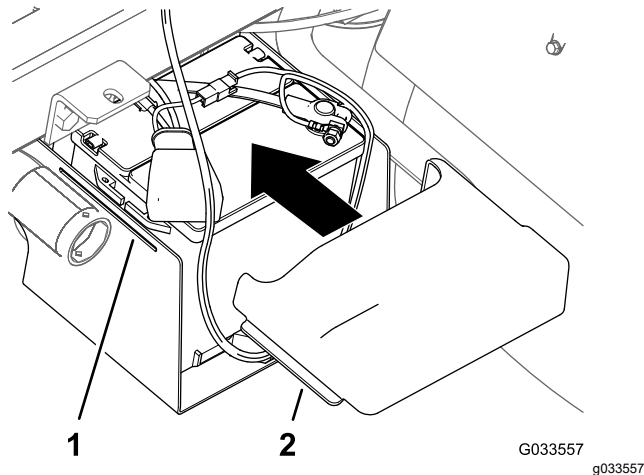

Figura 31
10. Strângeți părțile laterale ale capacului bateriei, aliniați proeminențele capacului cu fantele din baza bateriei i deblocați capacul bateriei (Figura 31).